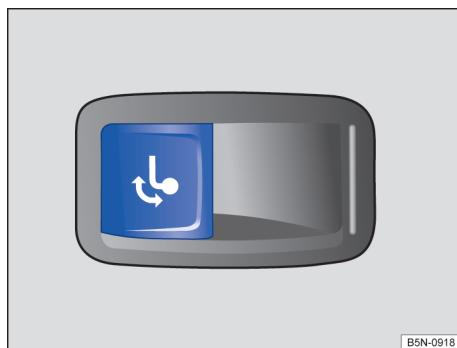

Fig. 193 No compartimento de bagagem, à esquerda: botão para destravamento da rótula de engate.
- No compartimento de bagagem, puxar brevemente o botão  → Fig. 193. A rótula de engate é destravada eletricamente e vira sozinha para fora. A luz de controle no botão pisca.
- No compartimento de bagagem, puxar brevemente o botão  → Fig. 193. A rótula de engate é destravada eletricamente.
- Se a luz de controle no botão → Fig. 193 estiver *acesa permanentemente*, estando a tampa do compartimento de bagagem aberta, em posição rebatida para fora ou para dentro, a rótula de engate estará travada corretamente.